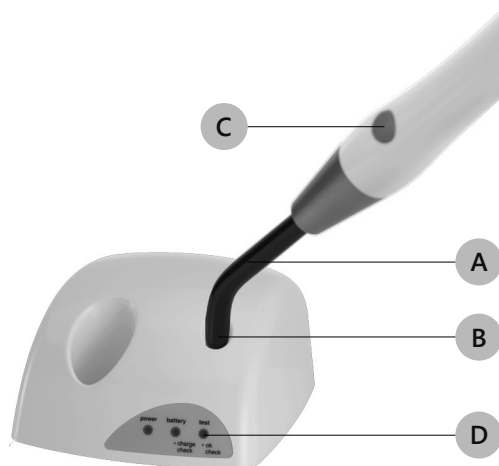

Figura 8 – Misurazione dell'intensità luminosa
1. Appoggiare la fibra ottica (Figura 8 a pagina 18 - Rif. A) in piano, senza premere, direttamente sulla superficie del sensore di intensità (Figura 8 a pagina 18 - Rif. B);
2. Accendere la lampada premendo il pulsante on/off (Figura 8 a pagina 18 - Rif. C).
Il LED test (Figura 8 a pagina 18 - Rif. D) indicherà il flusso luminoso utile misurato: